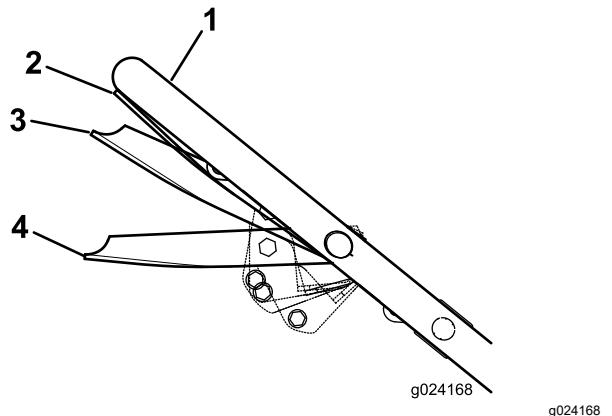

Figura 19
- Apriete la barra de control de la cuchilla contra el manillar hasta la posición Marcha/avance (Figura 19).
Importante: Si cambia de velocidad mientras aprieta la barra de control de la cuchilla contra el manillar en la posición de Marcha/avance, podría dañar la transmisión. Mueva la barra de control de la cuchilla a la posición Marcha/cambio (Figura 19) antes de cambiar la velocidad de avance.